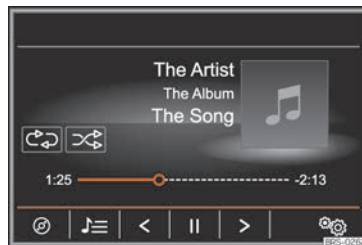

Abb. 206 Hauptmenü MEDIA.
- Tippen Sie auf die Funktionsfläche  » » » Abb. 206.